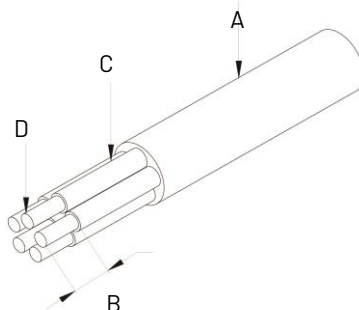

Figura 3-8 Retire os cabos PE/N/L
1) Retire os cabos L/N/PE conforme a figura 3-8: